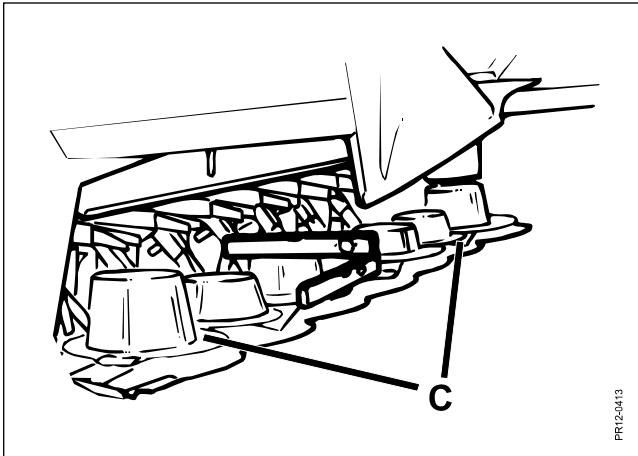

Fig. 4-1
**Fig. 4-1** il livello dell' olio deve essere verificato ogni giorno durante la stagione lavorativa attraverso una dei fori C.